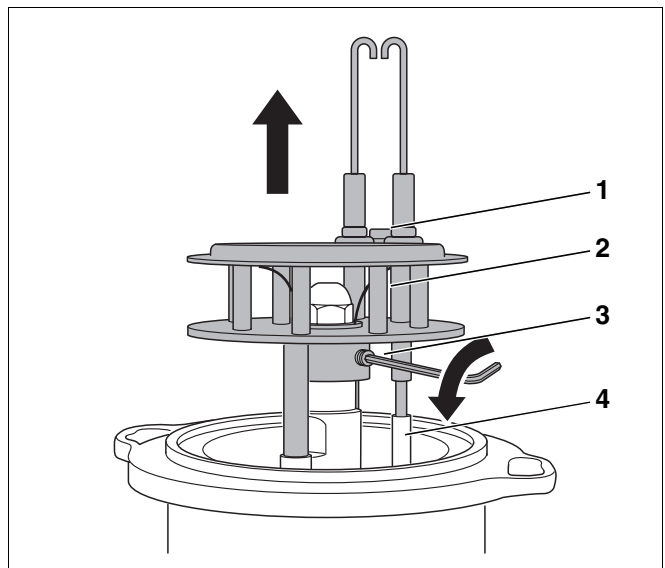

Abb. 33 Mischsystem demontieren
- Schraube (Abb. 33, **Pos. 1**) zwischen den Zündelektroden lösen.
- Zündleitungen (Abb. 33, **Pos. 4**) abziehen.
- Gewindestift (Abb. 33, **Pos. 3**, Seite 30) lösen und Mischsystem (Abb. 33, **Pos. 2**, Seite 30) nach oben abziehen.